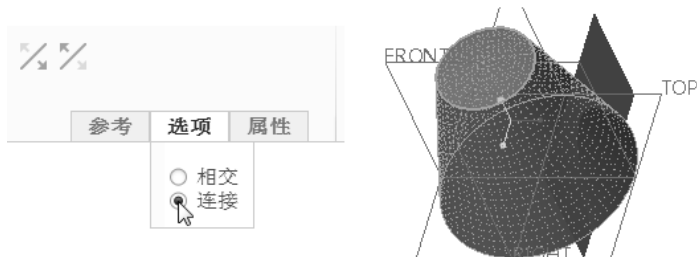

图 5-34 选择“连接”单选按钮
- 4) 在“合并”选项卡中单击“选项”标签以打开“选项”面板, 接着在该面板中选择“连接”单选按钮, 如图 5-34 所示。